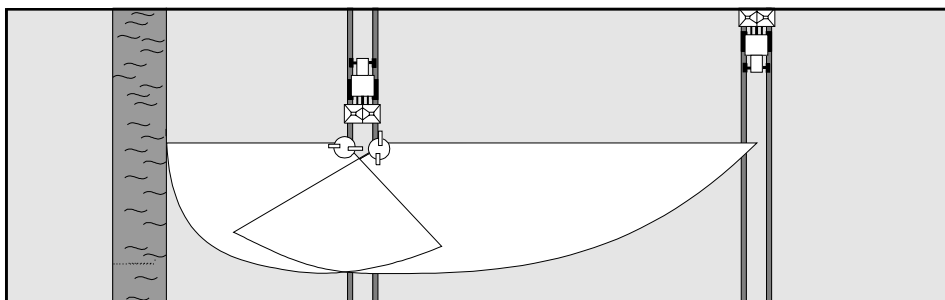

Fig. 7.7
Pour épandre en bordure (conformément à la réglementation européenne sur les fertilisants) (fig. 7.7) le long de parcelles avoisinantes vous appartenant (devant être fertilisées de manière identique) (fig. 7.8), démontez le **"VarioDisc"** gauche (pour le cas normal où la bordure du champ est placée à gauche de l'appareil) dans le sens de l'avancement, et remplacez-le par le disque de bordure **"Téléset"** correspondant. Pour l'épandage de bordures placées sur le côté droit de la machine, un disque de bordure spécial peut être fourni sur demande.
7.4.1.1 Fertilisation des bordures avec disques de bordures «environnement» (fig. 7.7)
7.4.2 Réglage du disque de bordure "Téléset" selon la réglementation européenne (fig. 7.7)